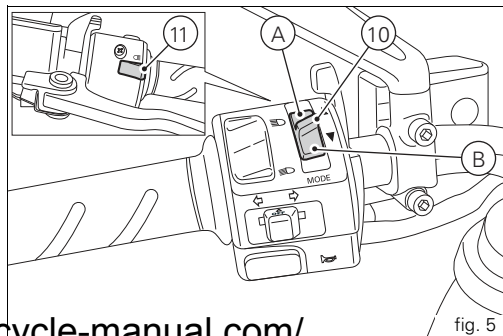

fig. 5
11) HIGH-BEAM FLASH BUTTON FLASH (fig. 5)